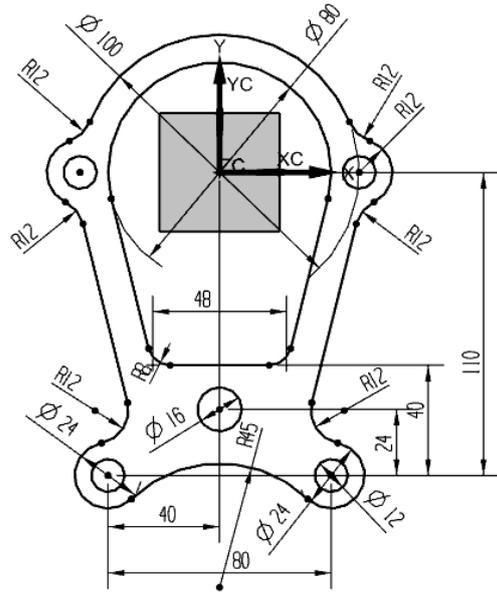

图 2-70 绘制圆
- (1) 选择“圆”命令，分别绘制两个 $\phi 12$ 圆及一个 $\phi 16$ 圆。
- (2) 选择“几何约束”|“同心”菜单命令，约束两圆同心。
- (3) 选择“几何约束”|“点在曲线上”菜单命令，约束 $\phi 16$ 圆圆心在 Y 轴上。
- (4) 选择“自动判断尺寸”命令，标注尺寸，如图 2-70 所示。